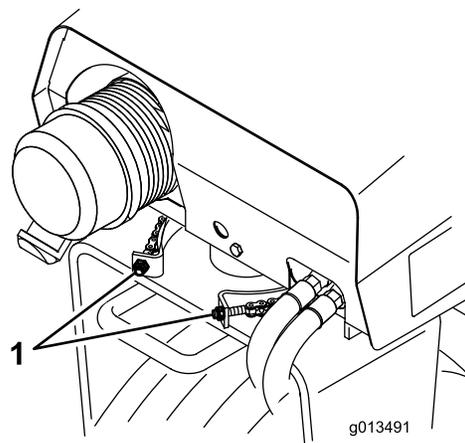

Figura 23
2. Regolate i dadi di bloccaggio fino a quando la catena non aderisce bene su entrambi i lati del pignone (Figura 23).